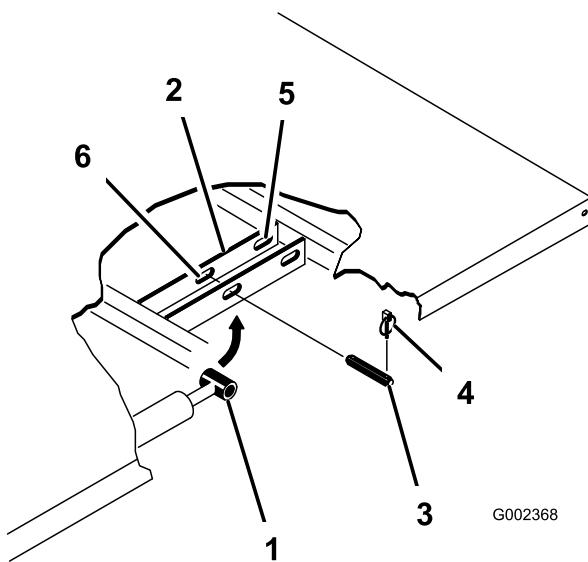

図33
3. シリンダの外側端部からリンチピンを外す(図33)。
4. シリンダロッドの端部を荷台取り付けプレートのスロットに固定しているクレビスピンドルを外す(図33)。
5. ピボットブラケットをフレームに固定しているリンチピンとクレビスピンドルを外す(図33)。